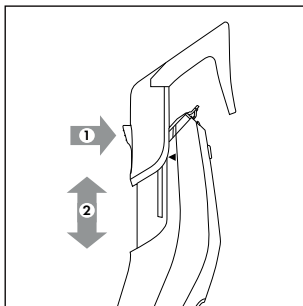
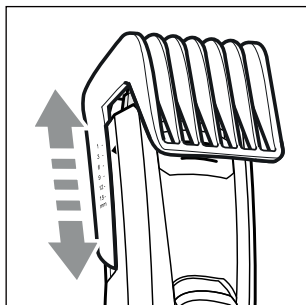

Fig. 3
Fig. 4
- ◆ Pulse el botón de la parte trasera del accesorio con peine ⑩/⑪ y deslice el accesorio con peine ⑩/⑪ hacia arriba o hacia abajo (consulte la fig. 3). Así podrá ajustar la longitud de corte deseada (consulte también el capítulo **Corte del cabello**).
- Es posible que la longitud de corte varíe ligeramente con respecto al ajuste del accesorio con peine ⑩/⑪ en función del ángulo de corte.
- Tras el ajuste, asegúrese de que el accesorio con peine ⑩/⑪ siga firmemente asentado sobre el cabezal de corte ①.
- 3) Ajuste la longitud de corte deseada en el accesorio con peine **10/11**. Para ello, pulse el botón de la parte trasera del accesorio con peine **10/11** y deslice el accesorio con peine **10/11** hacia arriba o hacia abajo (consulte la fig. 3). La longitud de corte está marcada en el lateral del accesorio con peine **10/11** (consulte la fig. 4). Comience primero con una mayor longitud de corte y ajuste progresivamente longitudes menores durante el corte.
- ◆ Ajuste la longitud de corte deseada en el accesorio con peine **10/11**. Para ello, pulse el botón de la parte trasera del accesorio con peine **10/11** y deslice el accesorio con peine **10/11** hacia arriba o hacia abajo (consulte la fig. 3). La longitud de corte está marcada en el lateral del accesorio con peine **10/11** (consulte la fig. 4). Recorte ahora la barba progresivamente.